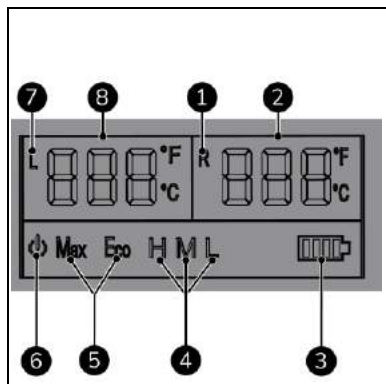

Figure 6
- La température indique la température réglée ou actuelle dans le compartiment réfrigérant (figure 6, pos. 1) ou le compartiment congélateur (figure 6, pos. 2) (Celsius ou Fahrenheit).
- Batterie (Figure 6, pos. 3) montre le statut de la batterie du véhicule.
- Protection batterie (Figure 6, pos. 4) montre le mode de protection de la batterie sélectionné actuellement (élevé, moyen ou faible).
- Capacité de refroidissement (Figure 6, pos. 5) montre la capacité de refroidissement (MAX ou ECO).
- MARCHÉ/ARRÊT (Figure 6, pos. 6) montre si l'appareil est en marche ou à l'arrêt.
- L (Figure 6, pos. 7) et/ou R (Figure 6, pos. 1) clignotent ; l'appareil refroidit.
Lorsque l'appareil est raccordé à l'alimentation électrique, l'indication marche/arrêt (Figure 6, pos. 7) est allumée.